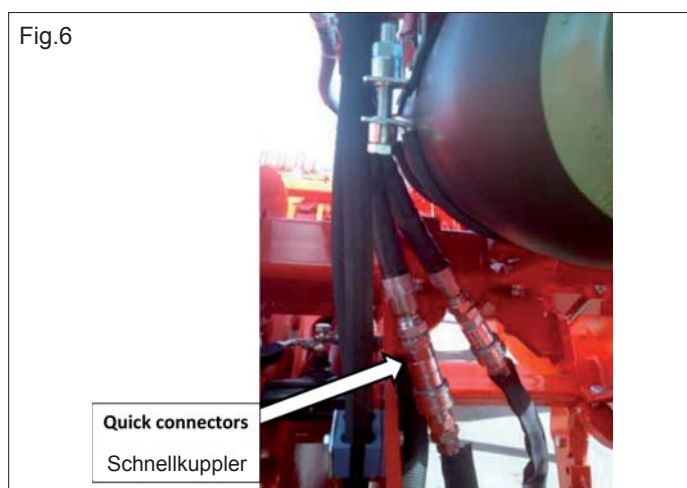

Fig.6
2. Während die Ausrüstung vom Boden gehoben ist (keine Berührung zwischen Tiefenlockerer und Boden), die Speichereinheit über die beiden Schnellkuppler an die Maschinenanlage anschließen. Die Verbindung der Schnellkuppler angesichts des hohen Drucks während der Arbeitsphase genau überprüfen. (Fig.6)
- a) Sicherstellen, dass die Speichereinheit nicht unter Druck steht (den entsprechenden Wert auf dem Manometer ablesen: er muss gleich null sein). Ist Druck vorhanden, das manuelle Ablassventil öffnen (Achtung: aus dem Dränagerohr könnte Öl austreten); Fig.6